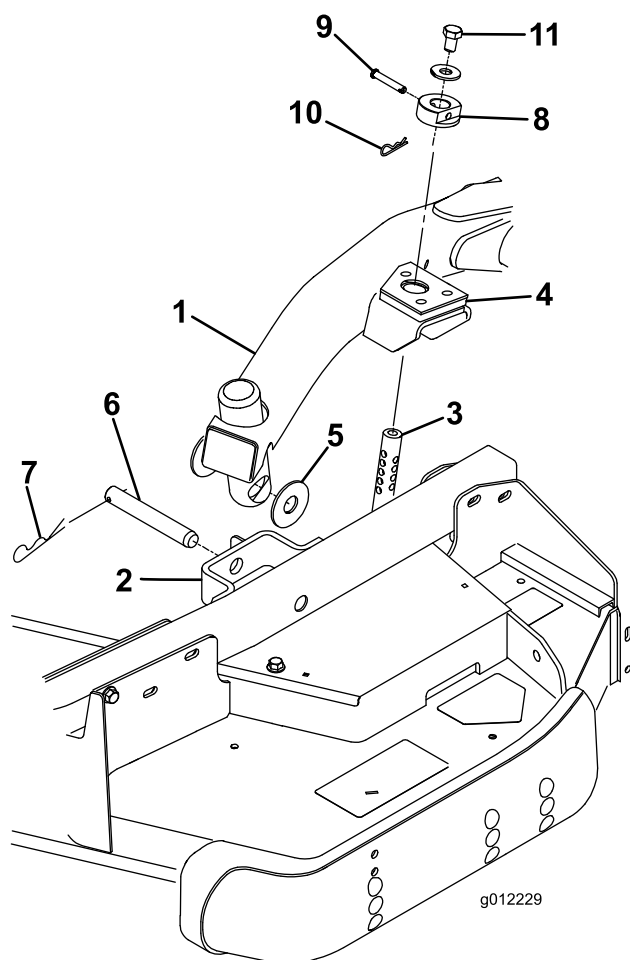

Figure 3
2. Placez le levier de relevage en position de flottement. Poussez un bras de relevage vers le bas jusqu'à ce que ses trous soient alignés sur ceux du support du bras pivotant. Il est alors possible d'introduire la tige de réglage de hauteur de coupe dans les patins du bras de levage (Figure 3).
3. Fixez le bras de relevage au bras pivotant avec (2) rondelles de butée, un axe de chape et une goupille fendue. Placez les rondelles de butée entre le bras de relevage et le support de bras pivotant (Figure 3). Insérez l'extrémité de la goupille fendue dans la fente de la patte du bras pivotant pour retenir la goupille fendue.
7. Montez les bagues de hauteur de coupe sur les tiges de réglage de hauteur de coupe et fixez-les avec les axes de chape et les goupilles fendues (Figure 3). La tête de l'axe de chape doit être dirigée vers l'avant du plateau.
8. Montez un boulon (1/2 x 3/4 po) et une rondelle au sommet de chaque tige de réglage de hauteur de coupe (Figure 3).